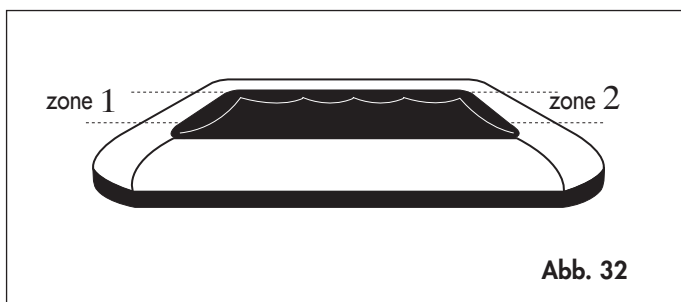

Abb. 32
- wenn Ihr Skimmer an der Leiter befestigt wird muss diese unbedingt in einer der Zonen 1 und 2 installiert werden (Abb. 32);